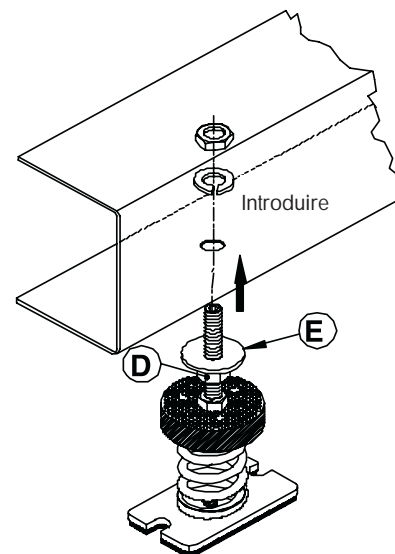

Fig. 2
- figure 2) Introduire le martinet dans le siège fileté prédisposé au niveau de la plaque inférieure du support contre les vibrations. Introduire par la suite le martinet assemblé sur le support contre les vibrations, dans le trou prédisposé au niveau du soubassement de l'unité.